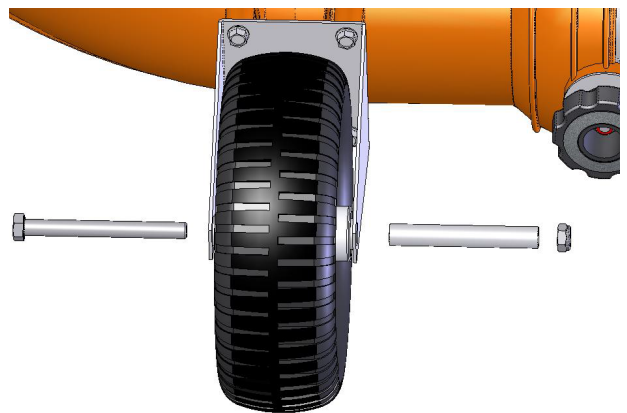

Fig. 2
2. Monter fordækket ved at bryge materialet placeret på forhjulskonsolen. Brug en blok til at løfte enhedens forende fra jorden. Indsæt hjulets afstandsstykke (genstand #17) i hjulet og placer det imellem konsolen. Indsæt til sidst bolten (genstand #20) gennem konsolen, hjulet og afstandsstykket og fastgør den med møtrikken (genstand #27). (Se Fig. 2)